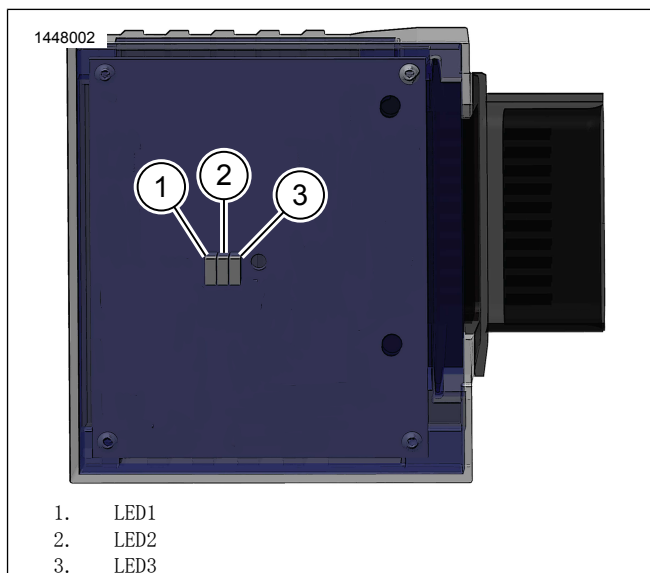

図4。RIOLED
- a. 図4を参照してください。RIO-ESCは後ろ側に露出した3つのLEDが付いています：これらは、シートベースからRIO-ESCを取り外すことで、最も簡単に見えるようになります。RIO-ESCハーネスのケーブルストラップは切断した場合、交換する必要があります。
- b. イベントコードの詳細については、図4と表3を参照してください。いくつかのイベントは相互に関連します。